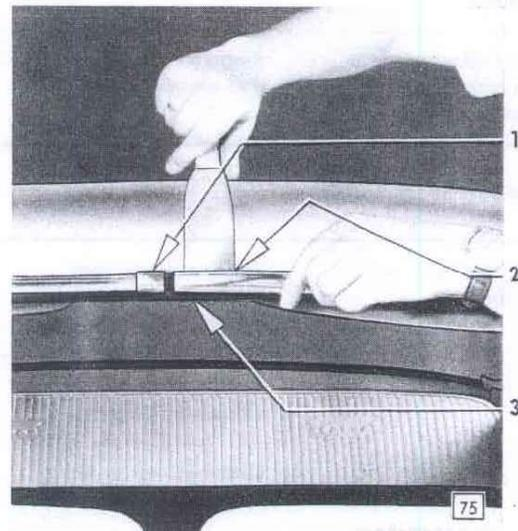

Bild 2 - Obere Zierleiste aus Gummifassung herausdrücken
3. Obere Verbindungsmuffe (2/1) seitlich verschieben und obere Zierleiste (2/2), oben über Mitte Windschutzscheibe beginnend, mit einem flachen, schlank auslaufenden Holzstück von oben her vorsichtig aus Gummifassung (2/3) herausdrücken (Bild 2). Zierleiste dann weiter von Hand aus Gummifassung herausnehmen und aus Eckzierleiste herausziehen.
fassung (2/3) herausdrücken (Bild 2). Zierleiste dann weiter von Hand aus Gummifassung herausnehmen und aus Eckzierleiste herausziehen.